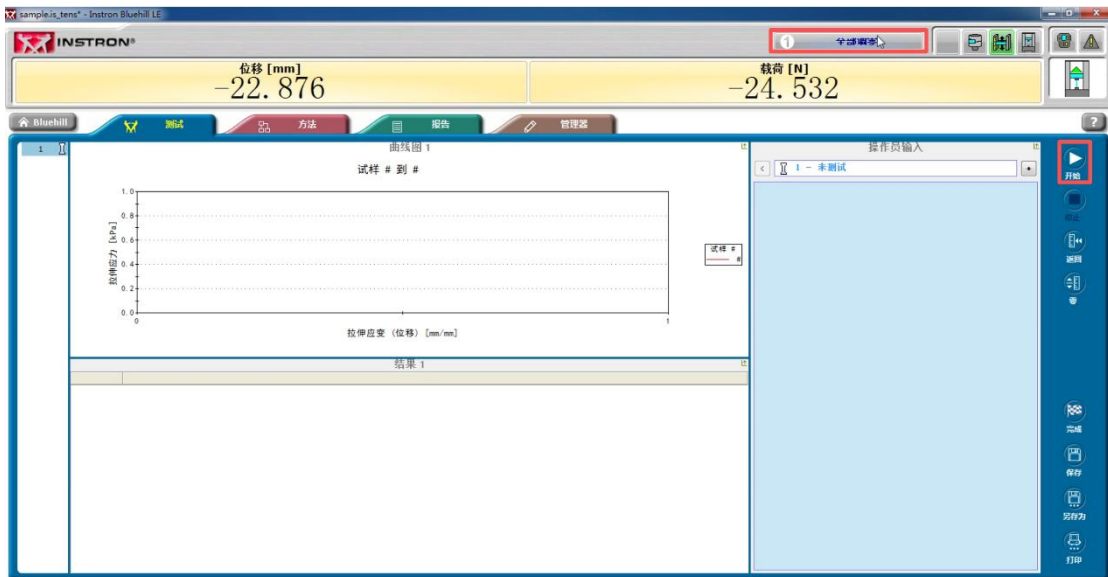
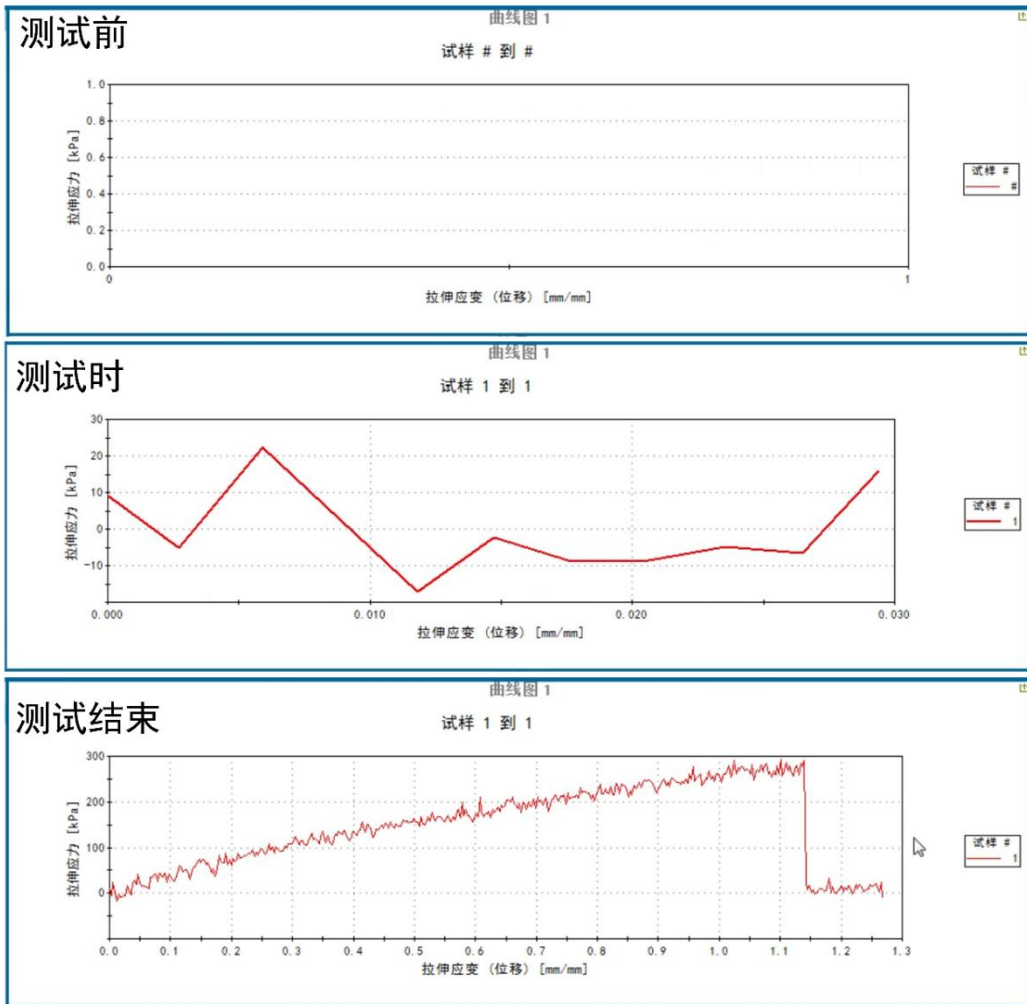

图 25 软件使用步骤⑧
图 26 软件测试过程
⑧测试。点击“调零”按钮，再点击“开始”按钮，开始测试（如图 25 所示）。整个测试过程如图 26 所示。